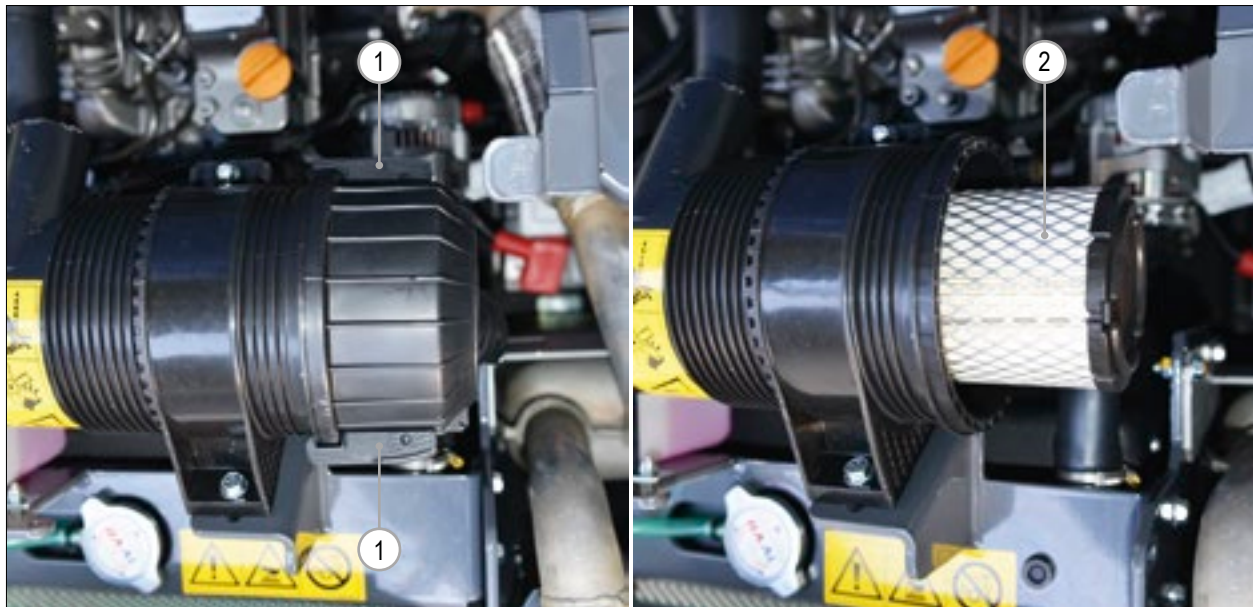

РИС. 60
- 4) Отцепите фиксаторы и снимите крышку (РИС. 60 – Сс. 1).
- 5) Проверьте воздушный фильтр (РИС. 60 – Сс. 2), для очистки продуйте фильтр воздухом с низким давлением или замените новым фильтром.